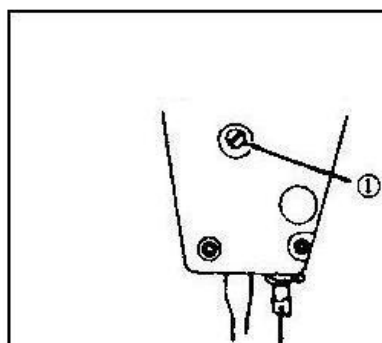

Рис. 21
15. РЕГУЛИРОВКА ВЫСОТЫ СТЕРЖНЯ ЛАПКОДЕРЖАТЕЛЯ (Рис. 21).
- Ослабьте винт (1) и регулируйте высоту стержня лапкодержателя и угол наклона лапки.